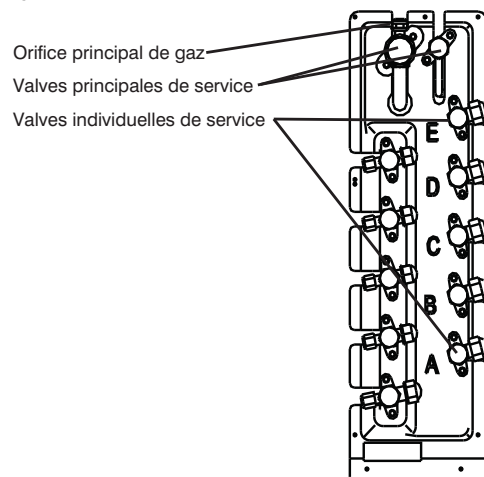

Figure 25 – Valves de service – Capacités 24 à 48
2. Capacité 18 – N'OUVREZ PAS les valves de service de gaz ou de liquide avant la fin de l'évacuation. Capacités 24 à 48 – Ouvrez complètement les valves individuelles de service raccordées (aux conduites). N'OUVREZ PAS les valves principales de service avant la fin de l'évacuation (voir Figure 25).